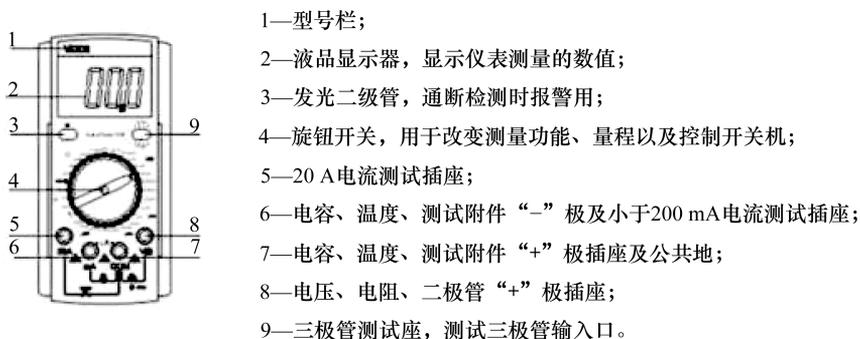

图 2-1 万用表面板
万用表又称为复用表、多用表、三用表、繁用表等，是电力电子等部门不可缺少的测量仪表，一般可测量直流电流、直流电压、交流电压、电阻等，有的还可以测交流电流、电容量、电感量、信号频率及半导体的一些参数(如 β) 等。万用表按显示方式分为指针万用表和数字万用表。数字万用表以其直观的数字显示及较高的测量精度，越来越受到用户青睐。数字万用表种类繁多，但用法基本相同。图 2-1 所示为常见万用表面板。
(1) 将黑表笔插入万用表的“COM”孔。若测量电流大于200 mA,则要将红表笔插入图2-1中位置5所示的“10 A”插孔,并将旋钮打到直流“10 A”挡;若测量电流小于200 mA,则将红表笔插入图2-1中位置6所示的“200 mA”插孔,并将旋钮调到直流200 mA以内的合适量程。
(2) 将挡位旋钮调到直流挡(A-)的合适位置,调整好,开始测量。将万用表串接入电路中,保持稳定,从显示屏上读取测量数据。若显示为“1.”,则表明量程太小,那么就要加大量程后再测量;如果在数值左边出现“-”,则表明电流从黑表笔流进万用表。